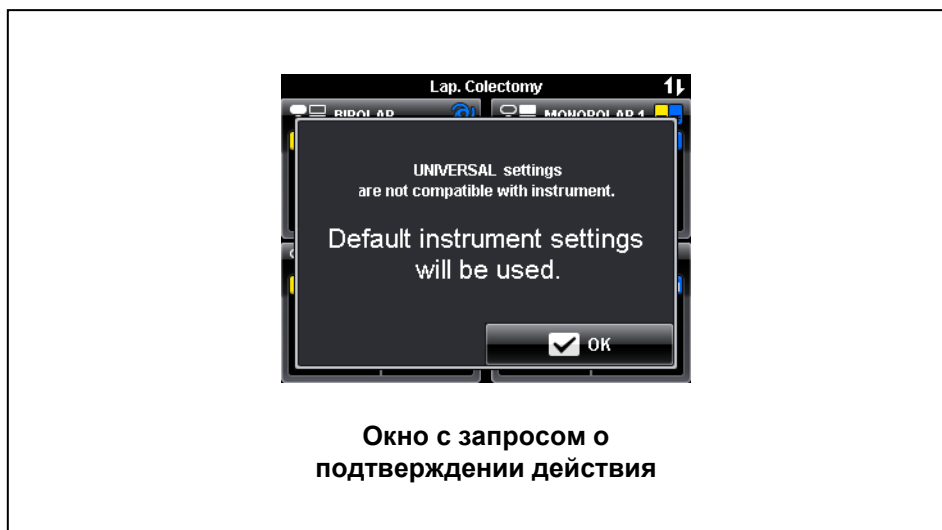

Рис. 5.5
- Если хотя бы одно из отображаемых значений режима, уровня мощности или эффекта выходит за границы допустимого диапазона настроек ВЧ-инструмента Olympus, появляется окно с запросом о подтверждении действия, как показано на рис. 5.5. Для продолжения работы нажмите кнопку «ОК». Будут приняты настройки по умолчанию, и отобразится окно обзора всех параметров.